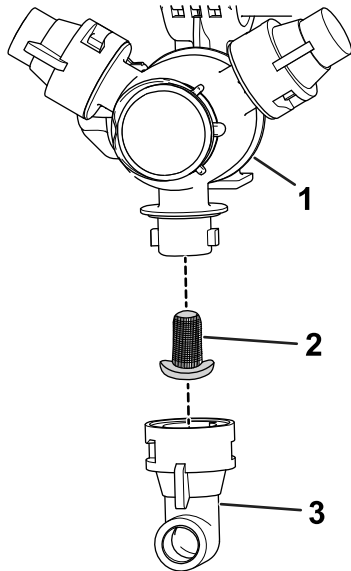

Figure 32
2. Déposez la buse de la tourelle de pulvérisation (Figure 32).
3. Déposez le filtre de buse (Figure 32).
5. Installez le filtre de buse (Figure 32).
6. Placez la buse sur la tourelle de pulvérisation (Figure 32).